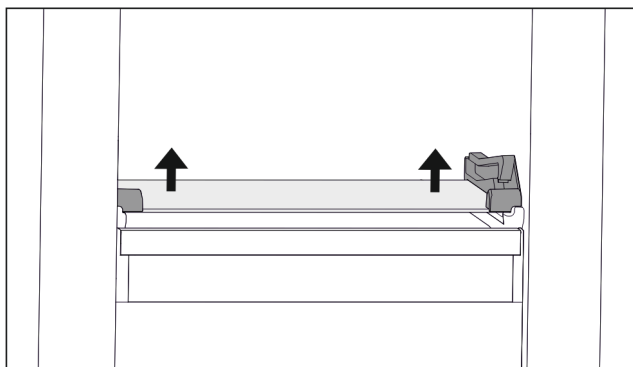

Fig. 72 Płyta szklana szuflady odchylanej
- ▶ Docisnąć płytę szklaną od dołu do góry po obu stronach. (patrz Fig. 72)